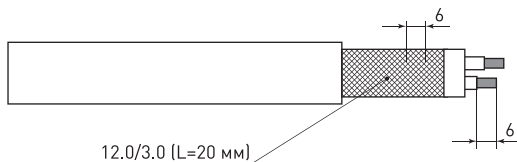

Рисунок 6
6.12 На место соединения (на обжатые гильзы) (Рисунок 6) надвинуть и усадить при помощи воздушного термопистолета термоусадочные трубки 4,5/2,5 длиной 30 мм (температура гарантированной усадки от 175°C до 230°C).